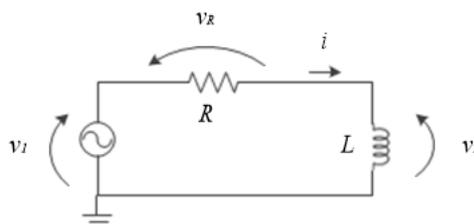

Figura 3 – Circuito RL.
3.3 Monte o circuito RL, conforme indicação da Figura 3, a seguir, sendo que os valores nominais dos componentes são: **R = 47 Ω e L = 3 mH**. Meça o valor experimental do indutor no LCR meter.